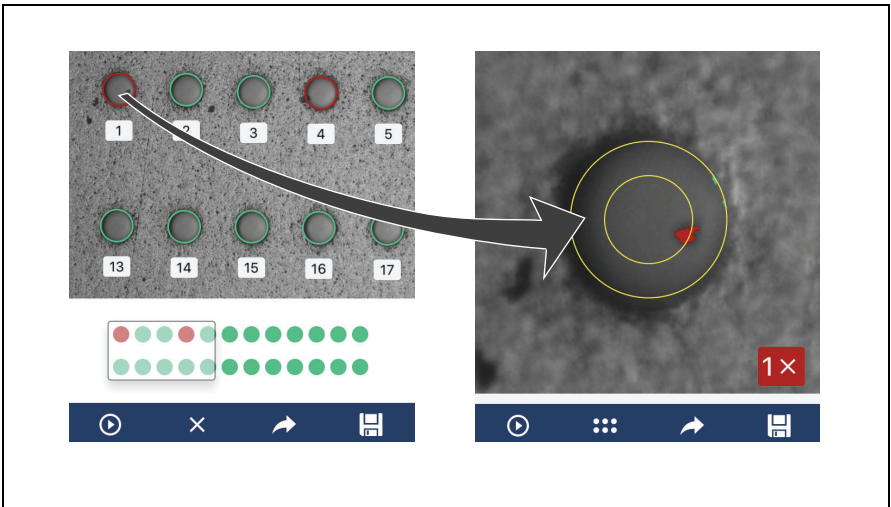

图 9. 图像分析屏幕（图中所示为 MPO）
1. 在测试结果汇总屏幕上，必要时轻触连接器图像，以查看端面高分辨率图像。请参见图 9。